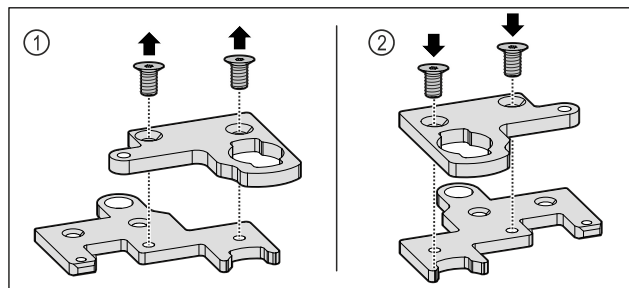

Fig. 34
► Zdemontować dwuczęściowy zawias. Fig. 34 (1)
► Ponownie zamontować dwuczęściowy zawias obrócony o 180°. Fig. 34 (2)